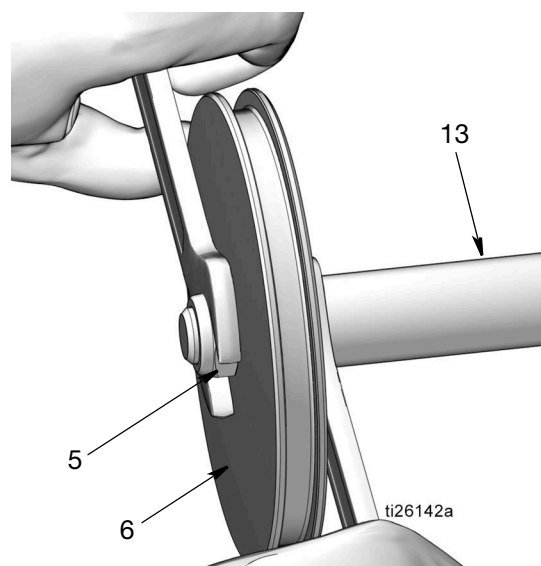

FIG. 48
- Mettre l'écrou (5) sur l'extrémité de la tige de piston (13). Tourner deux clés dans le sens opposé l'une de l'autre pour serrer l'écrou. Glisser une clé à fourche sur les méplats de la tige de piston ; la seconde clé est utilisée pour serrer l'écrou (5) comme montré sur la FIG. 48.